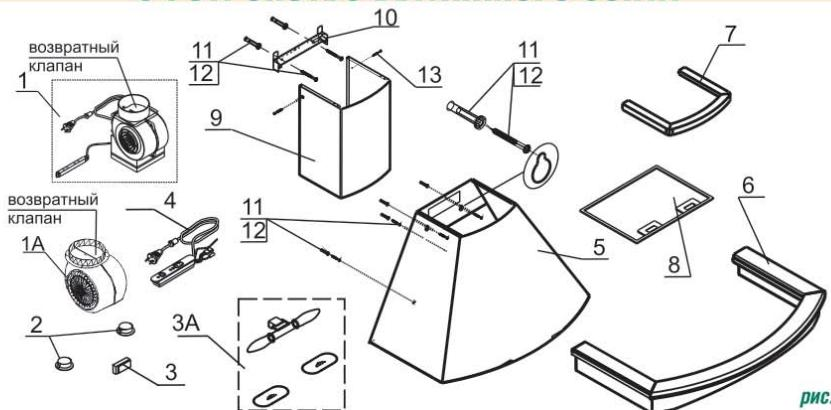

рис. 3
6.1 Прежде чем навесить зонт, необходимо верхнее деревянное обрамление (поз. 7, рис. 3) прикрепить к корпусу зонта (поз. 5, рис. 3). Снимите защитную полосу с двухсторонней самоклеящейся ленты, которая наклеена на обрамление и прикрепите его к корпусу зонта.